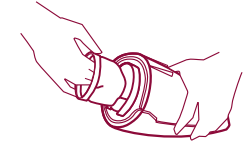

Fig. 11
- Nehmen Sie den Filter heraus. (fig. 11)